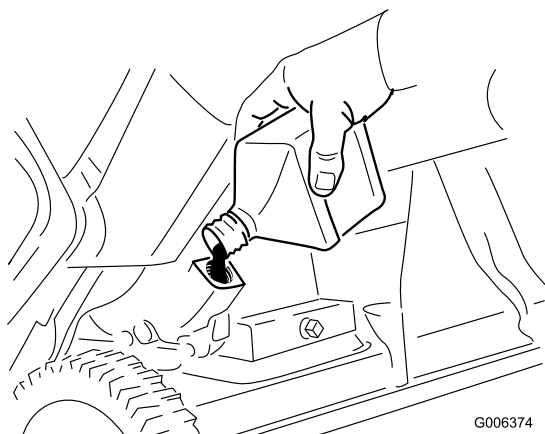

Figure 33
8. La machine étant en position d'utilisation, versez **lentement** de l'huile dans l'orifice de remplissage jusqu'au niveau de trop-plein (Figure 33).